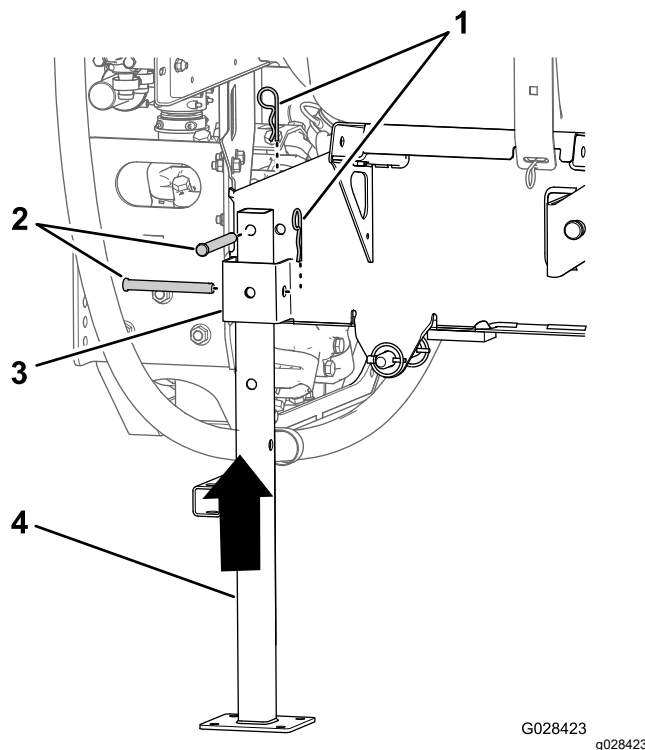

Figura 136
5. Alinee la pata de apoyo trasera con el receptor de la pata de apoyo trasera (Figura 136).
6. Alinee el orificio de la parte superior de la pata de apoyo con el orificio del bastidor del patín del depósito (Figura 136).
7. Sujete la pata de apoyo al receptor y al bastidor con dos pasadores ($\frac{1}{2}$ " x $4\frac{1}{2}$ ") y dos chavetas ($\frac{5}{32}$ " x $2\frac{5}{8}$ "), como se muestra en la Figura 136.